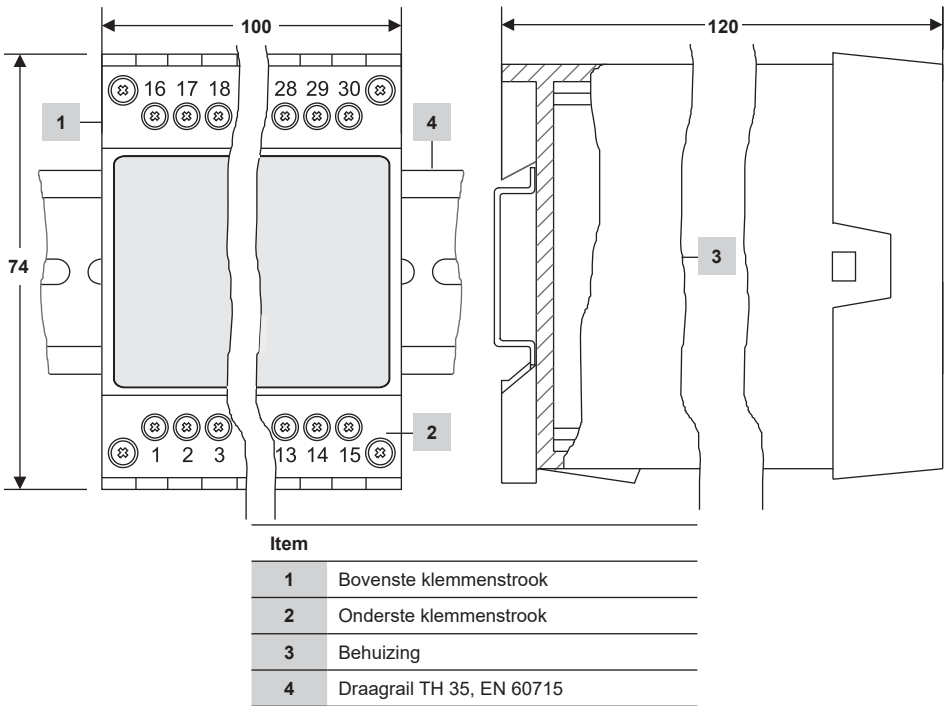

Fig. 1
De niveauregelaar LCR2652 wordt vastgeklikt op de draagrail type TH 35, EN 60715 in de schakelkast. Fig. 1, item 4